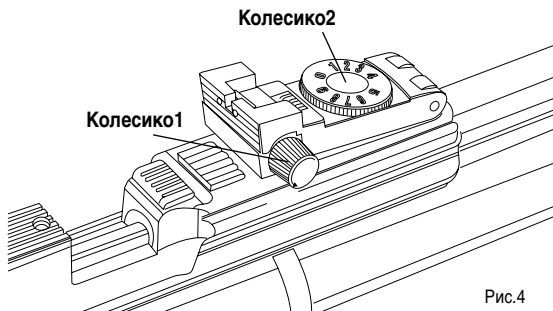

Рис.4
- если точка попадания смещена в лево от мишени, поверните колесико1 по часовой стрелке.(рис.4)
- если точка попадания смещена в право от мишени, поверните колесико1 против часовой стрелки.(рис.4)